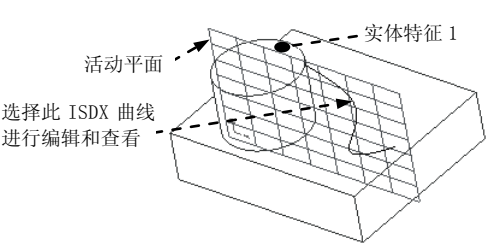

图 8.2.32 选择 ISDX 曲线
Step3. 单击 **样式** 功能选项卡 **曲线** 区域中的“曲线编辑”按钮 。选取图 8.2.32 中的 ISDX 曲线。